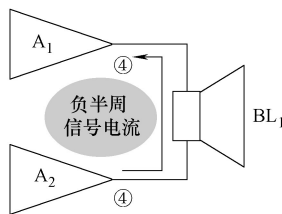

图 13-33 示意图
4) 半周信号电流回路。当输入信号  $U_i$  变化后另一半周时， $VT_1$  管发射极输出正半周信号，使  $A_2$  的信号输出引脚④脚输出正半周信号，同时  $VT_1$  管集电极输出负半周信号，使  $A_1$  的信号输出引脚④脚输出负半周信号，这时的输出信号电流方向是这样：如图 13-33 所示，从集成电路  $A_2$  的信号输出引脚④脚输出信号，经扬声器  $BL_1$ ，从集成电路  $A_1$  的信号输出引脚④脚流入  $A_1$ 。这样，在  $BL_1$  中流过了一个完整周期的正、负半周信号。